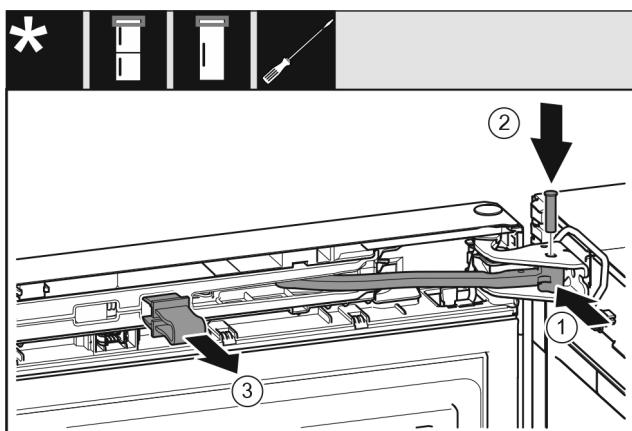

Fig. 30
- ▶ Завъртете шарнира Fig. 30 (1) в лагерната стойка.
- ▶ Поставете болта Fig. 30 (2) в лагерната стойка и шарнира. При това обрънете внимание на това, фиксиращата гърбица да е легнала правилно в жлеба.
- ▶ Свалете предпазителя Fig. 30 (3).